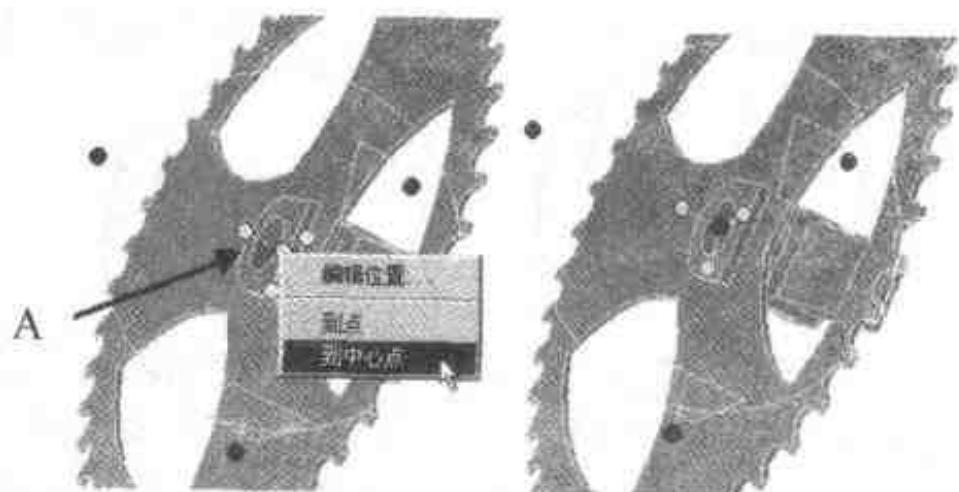

图 3.30 定位三维球
- (3) 按空格键, 三维球变成白色。右击中心手柄, 在弹出的快捷菜单中选择【到中心点】命令, 选择半圆(如图 3.30 A 所示)。